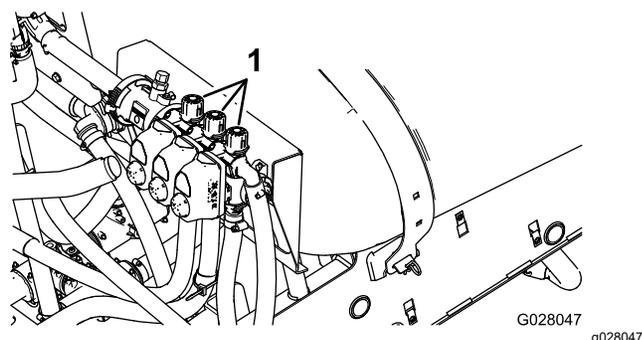

Figure 85
4. Réglez la vanne de dérivation de la section droite (Figure 85) jusqu'à ce que la pression indiquée corresponde à celle réglée précédemment (généralement 2,75 bar).
6. Réglez la vanne de dérivation de la section centrale (Figure 85) jusqu'à ce que la pression indiquée corresponde à celle réglée précédemment (généralement 2,75 bar).
2. Désactivez la section gauche et réglez le bouton de dérivation de la section gauche (Figure 85) jusqu'à ce que la pression indiquée corresponde à celle réglée précédemment (généralement 2,75 bar).